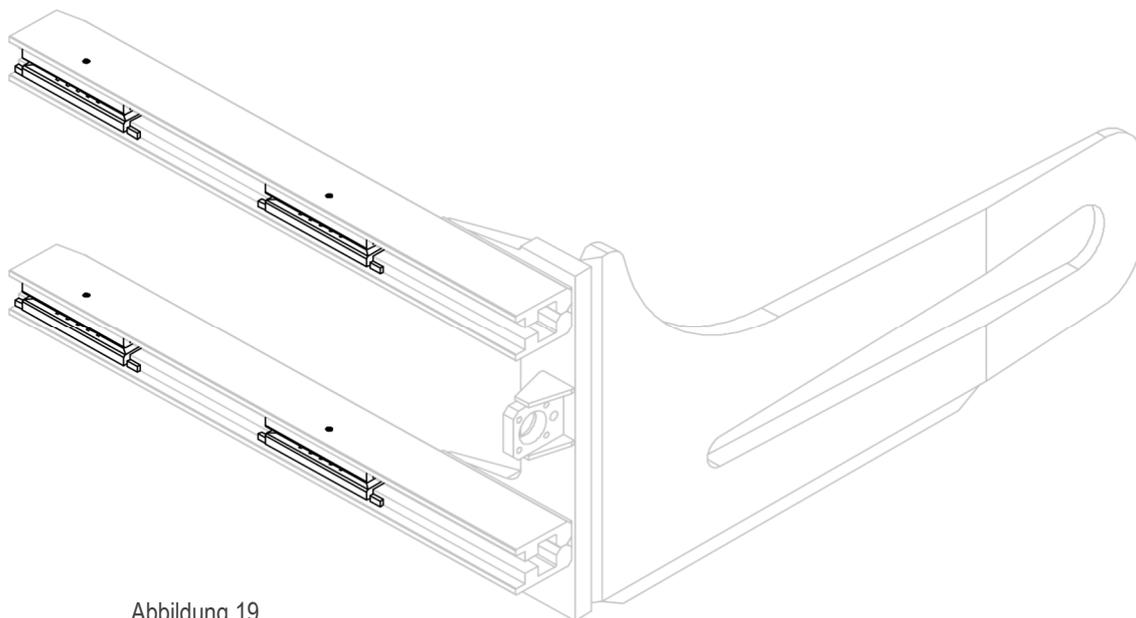
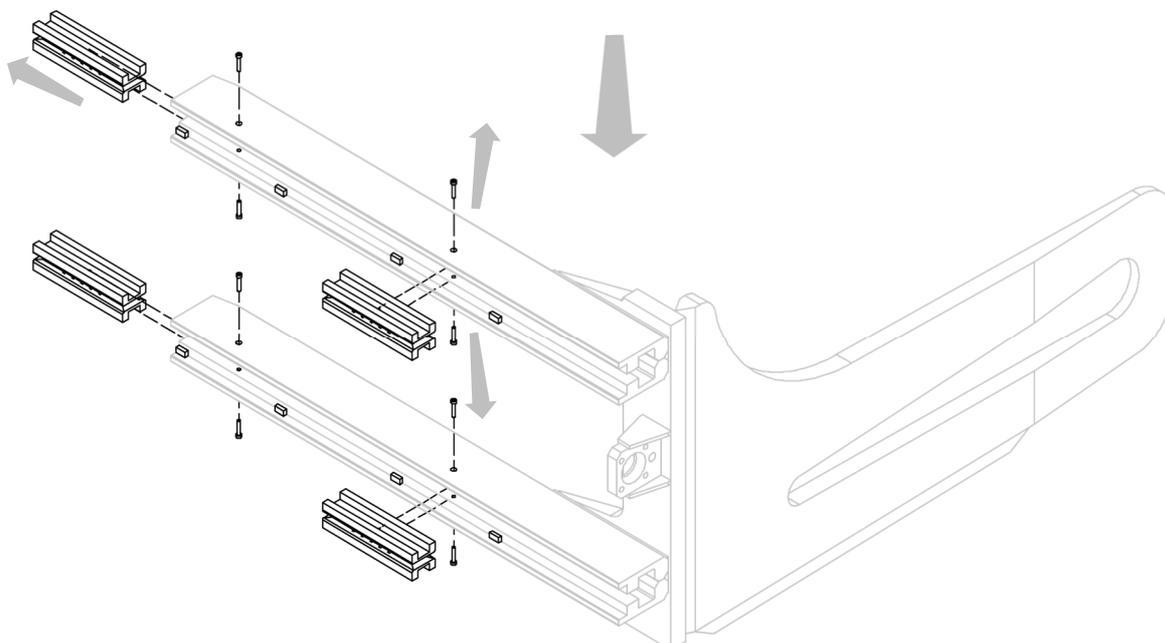

Abbildung 19
Abbildung 20
2. Entfernen Sie die Gleitbuchsen von den entsprechenden Aufnahmen, nachdem Sie die entsprechenden Feststellschrauben entfernt haben (siehe *Abbildung 19* und *Abbildung 20*).